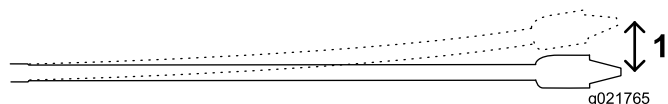

**Figure 51**
Les tiges de 3 m (10 pi) utilisées sur cette machine peuvent présenter une flèche de 8 % sur toute leur longueur, ce qui correspond à une courbure maximale de 20 cm (8 po) par rapport à une ligne droite (Figure 51).
- Vous insérez les premiers 3 m (10 pi) d'outil/tige de forage dans le sol en ligne droite. La fin de l'outil de forage sera à 76 cm (30 po) de profondeur (Figure 51).